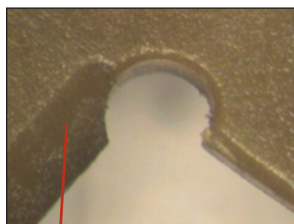

図 2: 交換が必要な磨耗した（右側は磨耗していない）アライメントプレートのウォールの例
- アライメントプレート (ALPL) のウォールが磨耗していないか—図 2参照